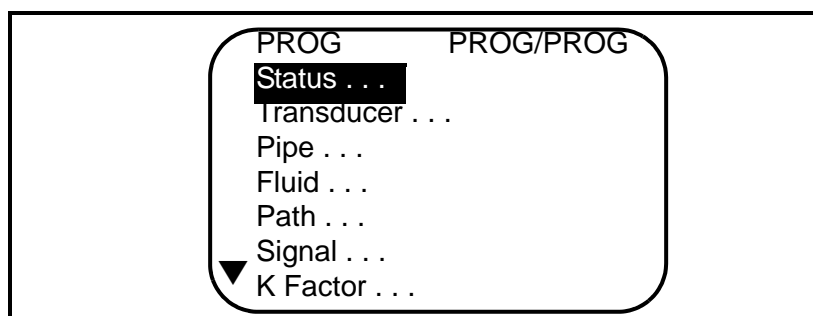

Figure 5 : Le menu PROG
3. Utilisez les touches [▲] et [▼] pour faire défiler l'écran jusqu'au canal désiré ou jusqu'à l'option 2-Path Avg et appuyez sur [ENT]. L'écran qui s'affiche est similaire à celui de la *figure 5* ci-dessous.